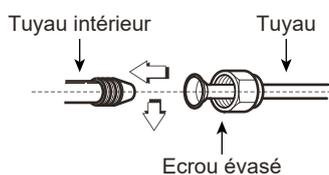

Fig.4-9
- Serrez suffisamment l'écrou évasé (voir Fig.4-9)